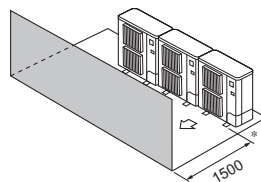

Fig. 3-13
- ③ Εμπόδια στην μπροστινή πλευρά μόνο (Fig. 3-13)